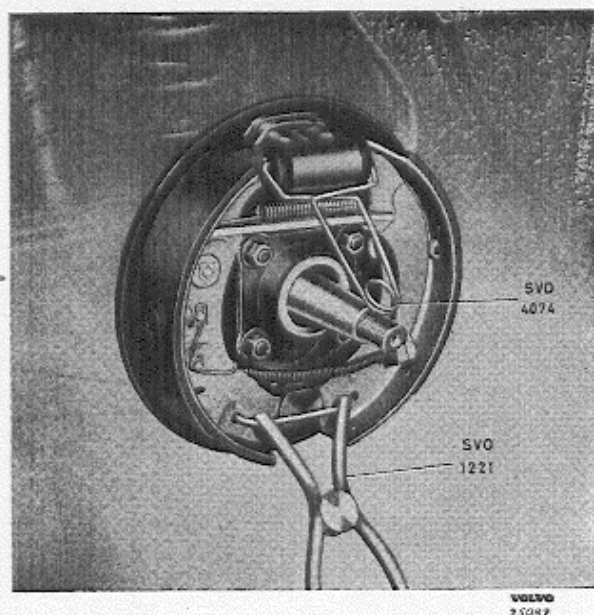

Abb. 21. Untere Feder entfernen.
3. Klammer SVO 4074 an Radbremszylinder klemmen, damit die Kolben nicht herausgepreßt werden können. Untere Feder mit Zange SVO 1221 (Abb. 21) entfernen. Sicherungsscheibe und andere Scheiben von der vorderen Bremsbacke entfernen. Bremsbacke nach außen drehen, damit Handbremslasche ausgebaut werden kann. Bremsbacke und Rückholfeder nach vorn anheben, Handbremsseilzug lösen und beide Bremsbacken herausnehmen.